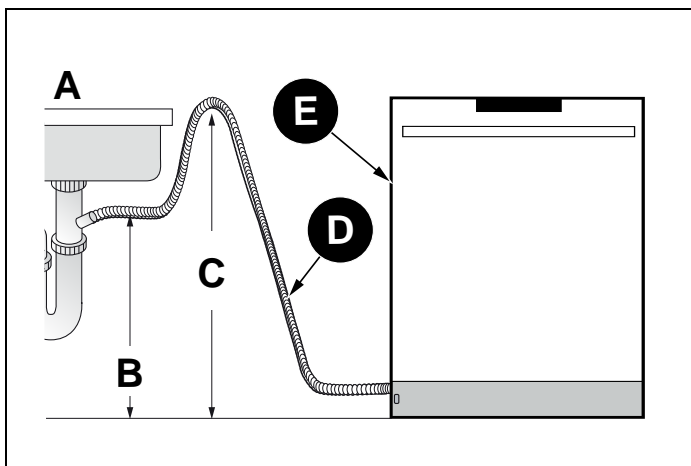

Fig. 18
- 5) Si no hay cámara de aire, asegúrese de suspender la parte central de la manguera de desagüe muy por encima de la base del armario del fregadero para evitar el refluo (consulte Fig. 18 ).